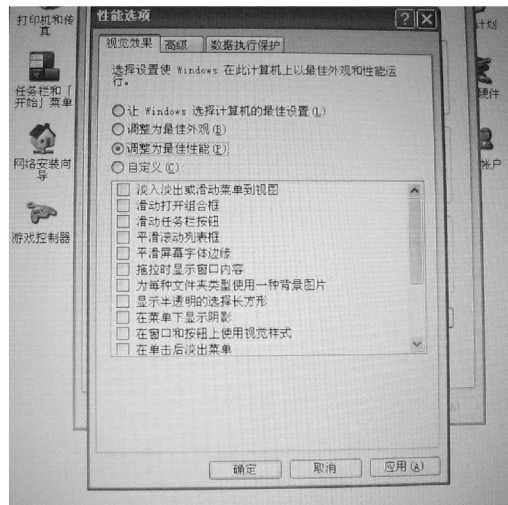

图 3-80 “视觉效果”选项卡
2) 单击“性能”区域内的“设置”按钮，即会弹出“性能选项”界面。在“视觉效果”选项卡中包括“让 Windows 选择计算机的最佳设置”、“调整为最佳性能”和“自定义”等选项，如图 3-80 所示。